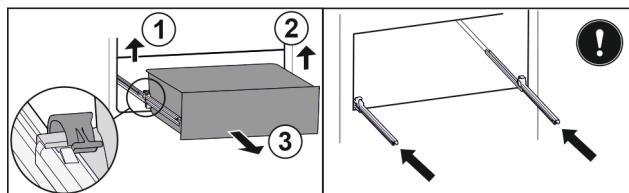

Fig. 111
- 提起左侧夹子，同时将抽屉左侧向前拉。 Fig. 111 (1)
- 提起右侧夹子，同时将抽屉右侧向前拉。 Fig. 111 (2)
- 朝前取出抽屉。 Fig. 111 (3)